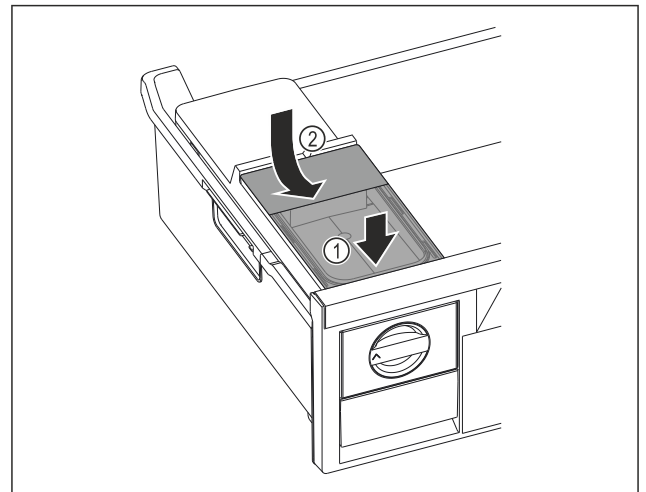

Fig. 106
- Wassertank vorne ansetzen. Fig. 106 (1)
- Wassertank hinten absenken. Fig. 106 (2)